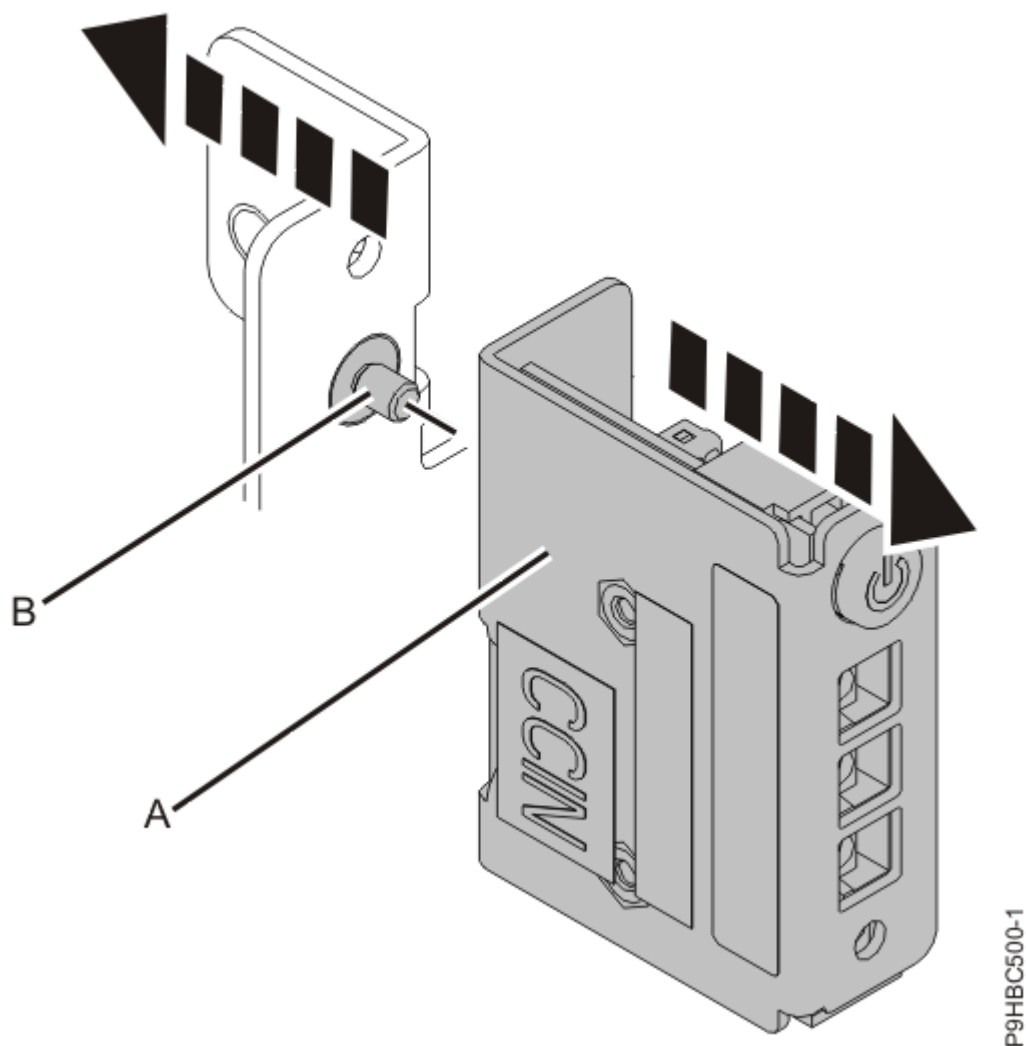

図 16. ラック・マウント型システムのブラケットからのコントロール・パネルの取り外し
2. ラック・マウント型システムの場合、コントロール・パネル (A) をブラケットに固定しているねじ (B) を緩めます (18 ページの図 16 を参照)。